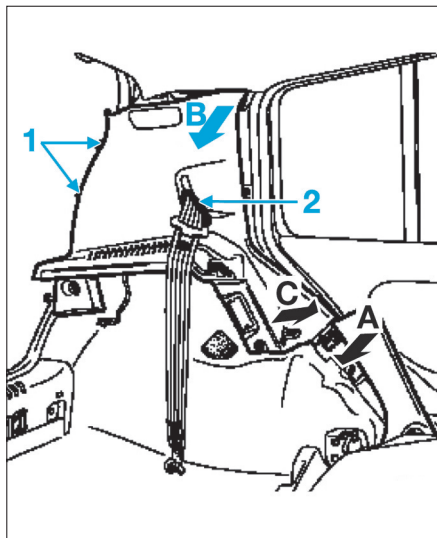

Fig. 15
- partiellement la garniture de bas de marche de porte arrière (A) (Fig.15),
- partiellement le joint d'étanchéité de coffre dans la zone de contact avec la tablette (1),
- la tablette arrière latérale (B) et (C).
- Déclipser le guide sangle (2) et ôter la sangle.